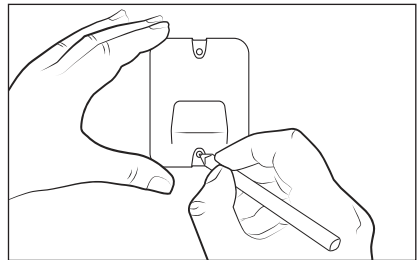

Bild 3
- 2) Använd väggställaren **10** för att markera de två borrhålen på väggen (se bild 3).